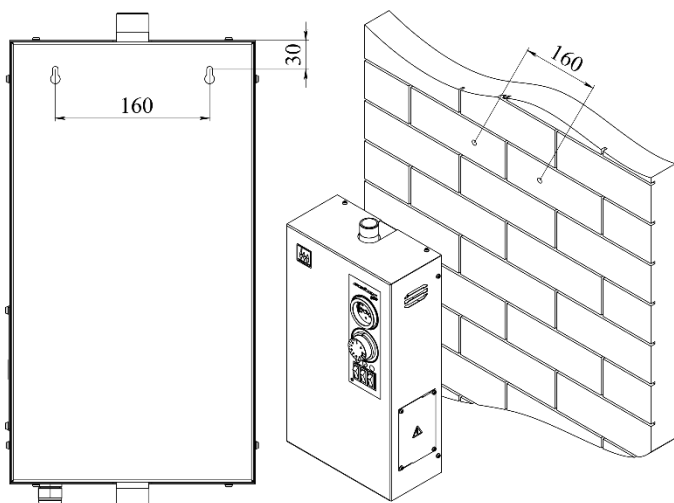

Рис. 3 Способ крепления к стене
• Закрепить электроводонагреватель на вертикальной поверхности в необходимом месте с помощью настенного крепежа (в комплект поставки не входит) как показано на (Рис. 3). При монтаже